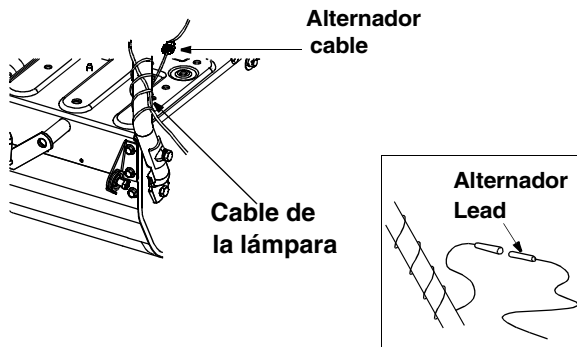

Figura 16
- Envuelva el cable de la lámpara hacia abajo del mango derecho. Enchufe el cable dentro del cable guía del alternador debajo del tanque de combustible. Vea la Figura 16.